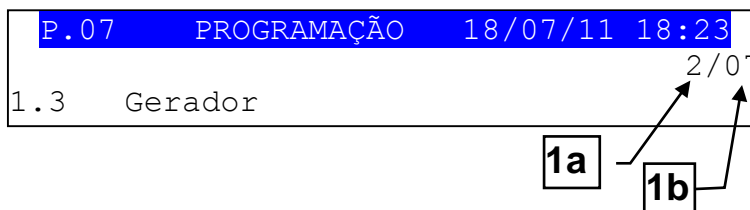

Fig. 6 - Visualização da barra de estado inferior
4.6.1 Programação(P.xx) (ref. à fig. 6)